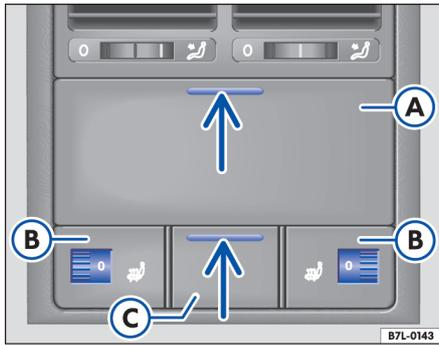

Fig. 64 Detalle de la consola central trasera: portaobjetos, calefacción de los asientos y toma de corriente
- Presione sobre la tapa ⇒ fig. 64 **A**. El compartimento se abre automáticamente.